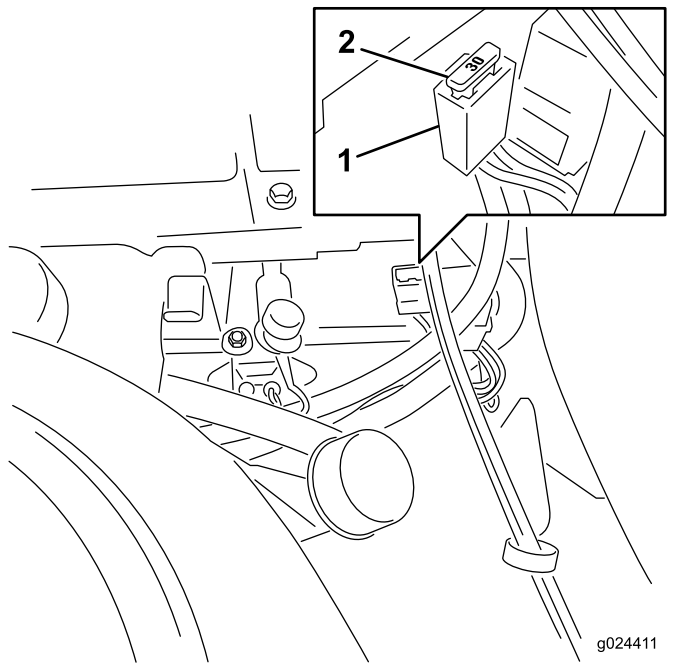

Figura 46
**Nota:** Los fusibles están situados en la consola de la derecha, junto al asiento (Figura 46).
4. Alinee el fusible nuevo con la ranura del bloque de fusibles (Figura 46).
5. Inserte el fusible a presión en el bloque de fusibles hasta que esté correctamente asentado (Figura 46).